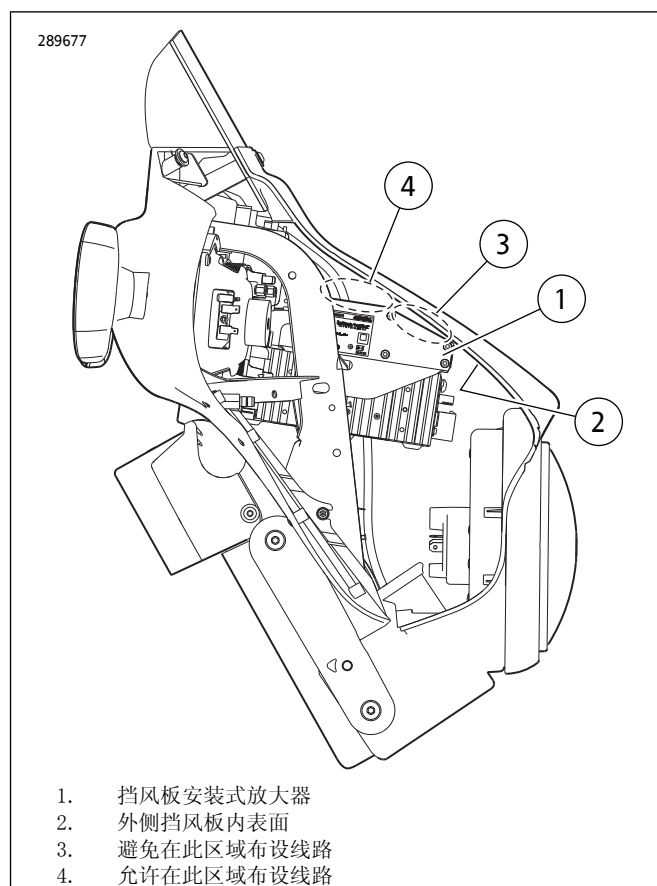

图3。挡风板安装式放大器线路间隙
参见图3。将电线和线管靠近前侧(前灯侧)向上布设至放大器(1)和收音机(3)将导致外侧挡风板(2)安装困难,因为间隙过小。
15. 向后布设放大器和收音机线束,沿着收音机和放大器侧面或放大器上方区域(最靠近内侧挡风板)(参见图3。:区域4)。使用套件中的线缆扎带将放大器和收音机线束固定至挡风板内侧的原有线束。